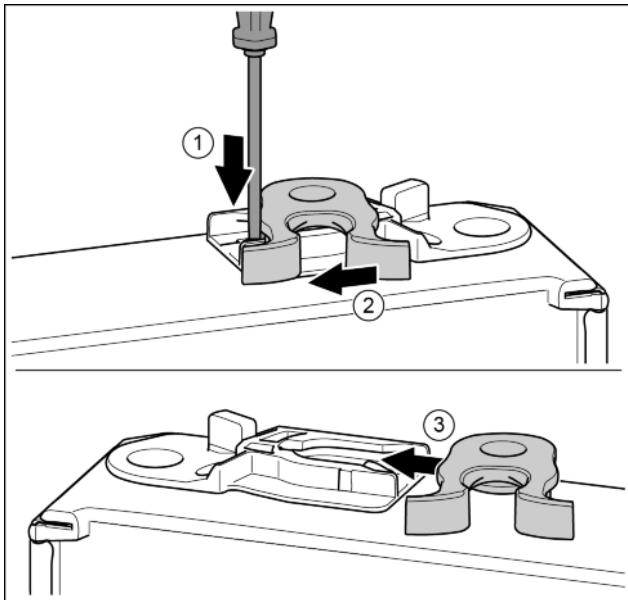

Fig. 19
- Нажать накладку шлицевой отверткой вниз. Fig. 19 (1)
- Запорный крючок вывести из направляющей. Fig. 19 (2)
- Запорный крючок вставить в направляющую с другой стороны. Fig. 19 (3)